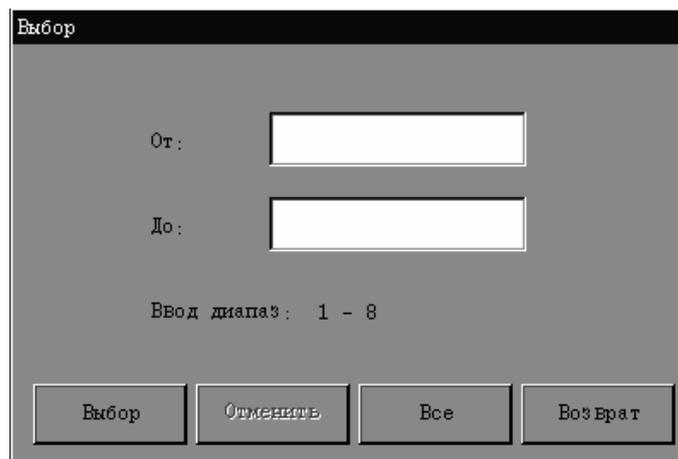

Рисунок 7-7 Диалоговое окно «Выбор»
1. На экране «**Просмотр таблицы**» экрана базы данных проб, **НАЖМИТЕ** кнопку «**Выбрать**». Откроется диалоговое окно (Рисунок 7-7).